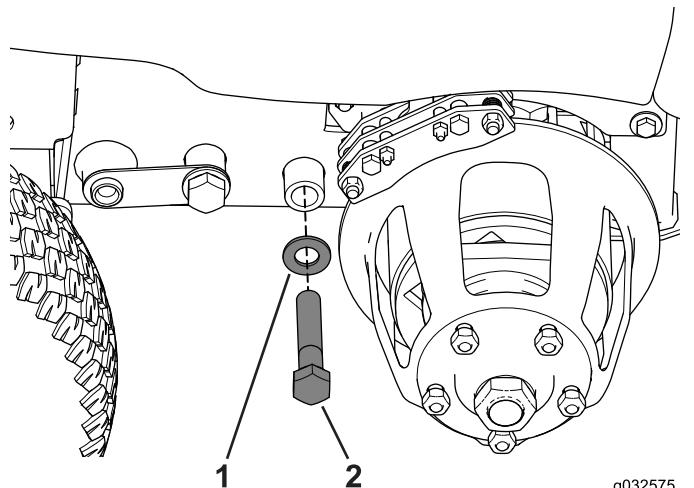

Figure 77
4. Installez le boulon ($\frac{3}{4} \times 4$ po), comme montré à la Figure 77